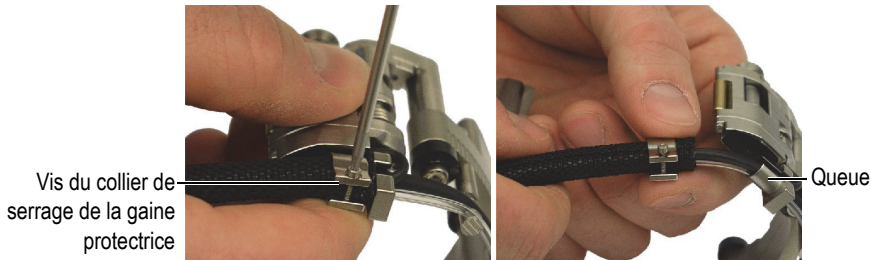

Figure 2-1 Retrait du collier de serrage
- a) À l'aide du tournevis Torx T6, enlevez la vis de la bride de serrage de la gaine, et puis éloignez la gaine protectrice et la vis de serrage de la queue du scanner (voir la Figure 2-1 à la page 34).